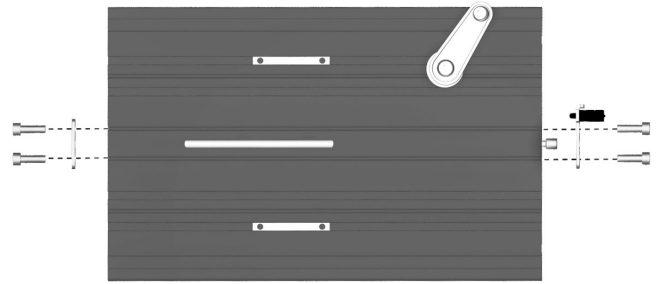

Abbildung 164. Die Halterungen der Einstellstange sind mit jeweils zwei Schrauben befestigt.
8. Halterungen der Einstellstange abmontieren, die mit je zwei Schrauben befestigt sind. Siehe Abbildung. 164.